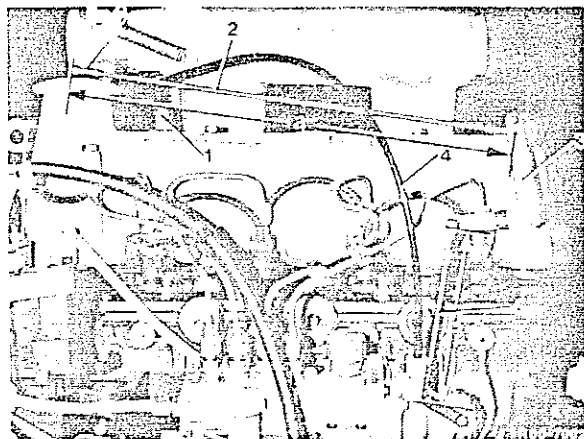

Fig.00-7/1
1. Draai de regelknop voor het stationair toerental op het dashboard helemaal naar rechts, zodat de kabel op de tussenhefboom (3) geheel ontspannen is. Draai zonodig de stelring los en zet hem weer vast (fig.00-7/1).
3. Stel het stationaire toerental af door het verdraaien van de aanslagschroef van de luchtregelklep (4) op het klephuis (fig.00-7/3). Zie voor het stationaire toerental tabel 00-0. Valt het toerental niet voldoende terug, controleer dan of de vacuumleiding (4) (fig.00-7/1) of het vacuumhuis resp. het membraan zelf lek is (fig.00-7/4). Zie werknr.07-5 voor controleren of lekkage van pneumatische reguleur en vervangen van het membraan.
iets los, hef het huis iets op en laat de in de vacuumkamer binnengedrongen brandstof weglipen (fig.00-7/4). Kort eventueel het overlooppijpje aan de achterzijde van de pomp in en richt het naar beneden. Zet het reguleurhuis weer vast en monteer de oliepeilplug.